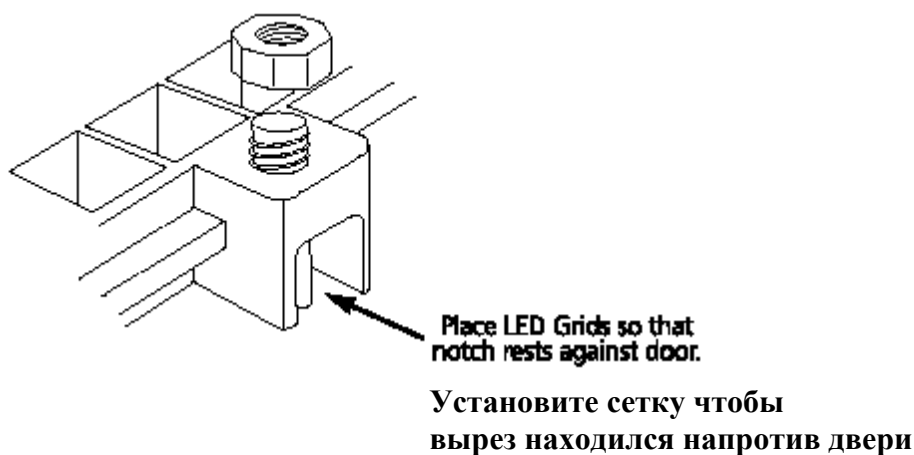

Рисунок 4. LED Установка Сетки
5. Установите одну из черных пластиковых направляющих сеток в монтажные штифты, окружающие дисплейную область. Установите сетку в центре дисплейной области, чтобы держать листы lexan на месте пока другие сетки устанавливаются. Закрепите сетку на месте поставляемыми гайками. (Смотри рисунок 4 ниже.)